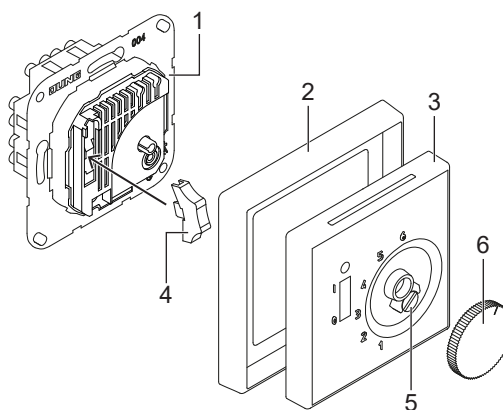

Abb. 1: Geräteaufbau
- Stecken Sie die Wippe (4) auf den Schalter im UP-Einsatz. (Abb. 1)
- Drehen Sie die Schraube (5) ein. (Abb. 1)
- Stecken Sie den Einstellknopf (6) auf. (Abb. 1)